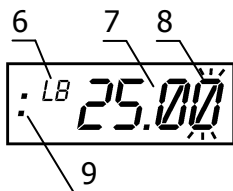

Рисунок 3 — индикатор
1.4.12 При изменении температуры измеряемой среды со скоростью более 0,05 °C/с значение считается неустановившимся, его младший разряд на индикаторе (поз. 8, рисунок 3) мигает.
1.4.13 При появлении сигнализатора разряда батарей (поз. 6, рисунок 3) требуется заменить элементы питания.
- на индикатор будет выведено сохраненное значение температуры с префиксом 9 (см. рисунок 3), оно будет оставаться на индикаторе, пока кнопка 5 удерживается в нажатом состоянии и еще 1 секунду после ее отпускания;